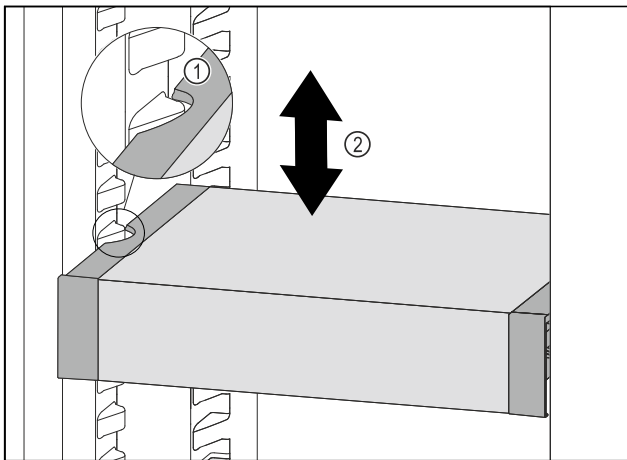

Fig. 96
- VarioSafe nach vorne ziehen, bis sich die seitlichen Aussparungen des VarioSafes auf Höhe der Behälterrippe im Kühlteil befinden. Fig. 96 (1)
- VarioSafe im Kühlteil nach oben oder unten bewegen, bis gewünschte Höhe erreicht ist. Fig. 96 (2)